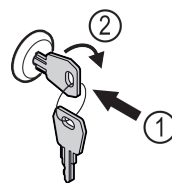

Fig. 103 Примерное изображение
- ▶ Вставьте ключ Fig. 103 (1).
- ▶ Поверните ключ на 90° по часовой стрелке Fig. 103 (2).